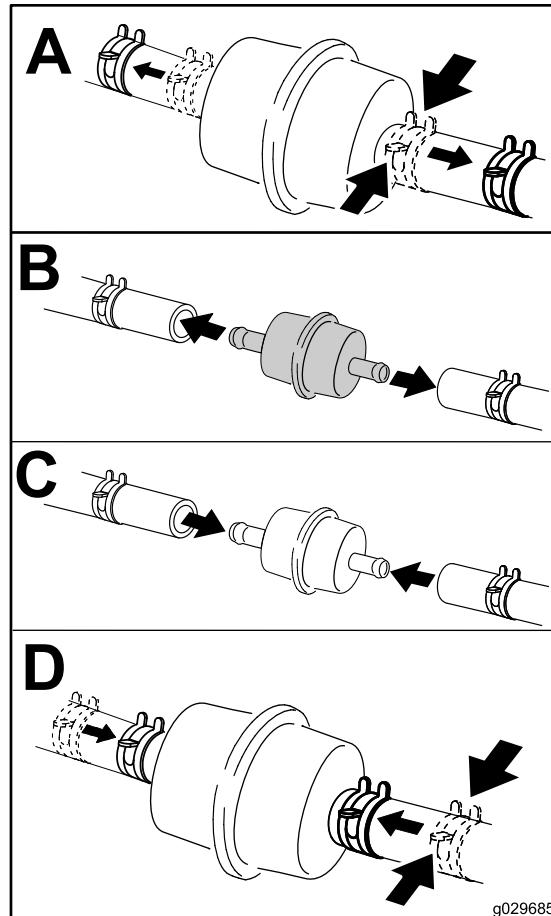

Figura 45
6. Coloque un recipiente limpio debajo del filtro de combustible y sustituya el filtro tal y como se muestra en la Figura 45.